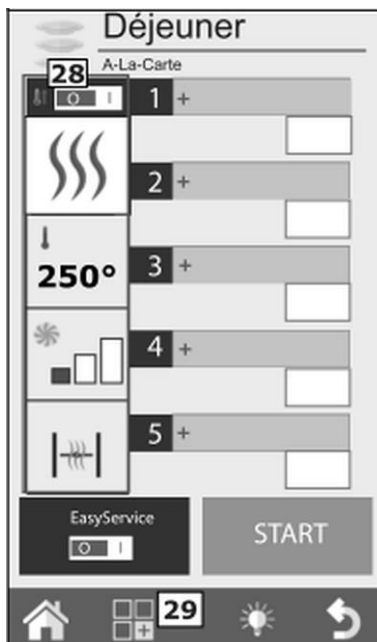

Fig. 36
1. Pour modifier le programme Rack Control, après son ouverture, appuyer sur la touche 28 (Fig. 36) dans la colonne gauche des paramètres affichés.
2. Dans ce cas, appuyer sur la touche Fonctions (29, Fig. 36) et suivre les consignes du chapitre « Copie, déplacement, modification du nom et suppression des programmes de cuisson ».
3. Appuyer ensuite sur la touche Fonctions (29, Fig. 36) et sauvegarder le programme, selon les indications du chapitre « Sauvegarde d'un programme de cuisson ».